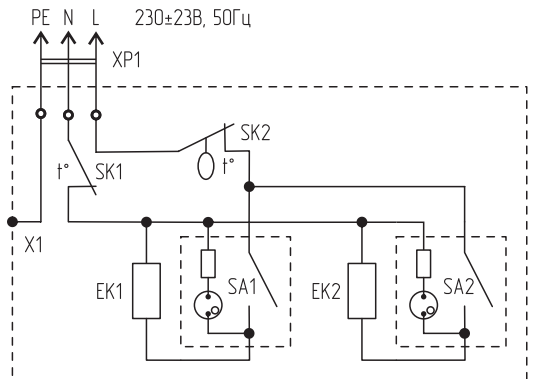

Рис. 3. Электрическая схема конвектора СБ-1500.2, СБ-2000.2
- 5.2. Схема электрических соединений и узлов конвектора СБ-1000.1 показана на рис. 3. Нагревательный элемент имеет один нагреватель EK1, в цепь питания которого включен рокерный переключатель с подсветкой SA1, термовыключатель защиты от перегрева SK1 и биметаллический термостат SK2.